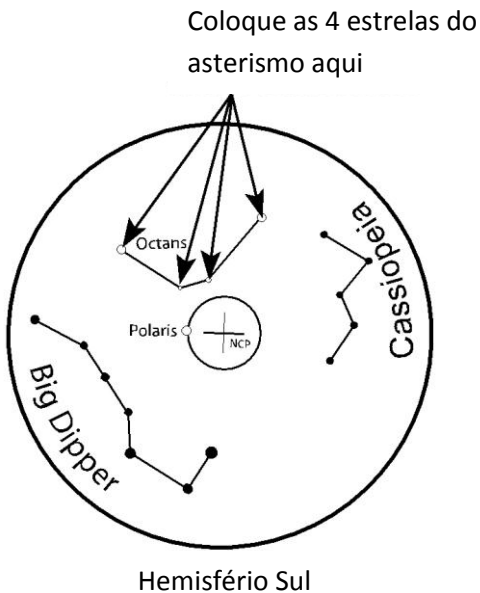

Fig. 2.3b
- Fig. 2.3b mostra o padrão no campo de visão (FOV) da buscadora polar. Se a imagem parece desfocada, gire o anel recartilhado da ocular da buscadora polar ajustar o foco.
- Para observar no Hemisfério Sul: No FOV da buscadora polar, localize as quatro na buscadora polar (consulte a Fig. 2.3b.). Solte a trava de R.A. e gire o eixo R.A. para alinhar a orientação do desenho de "Octans" com as 4 estrelas. Em seguida, use o parafuso de ajuste em R.A. e os botões de ajuste de azimute para mover as quatro estrelas para os 4 pequenos círculos do desenho de "Octans".
Como a Polaris não está localizado exatamente no Pólo Norte Celestial, podemos ver que ela orbita o Pólo Norte Celestial na buscadora polar. O círculo grande visto no centro do padrão na FIG. 2.3b é uma representação da órbita de Polaris em torno do Pólo Norte Celeste. Ao realizar o processo de alinhamento polar, é necessário determinar a orientação de Polaris no círculo.